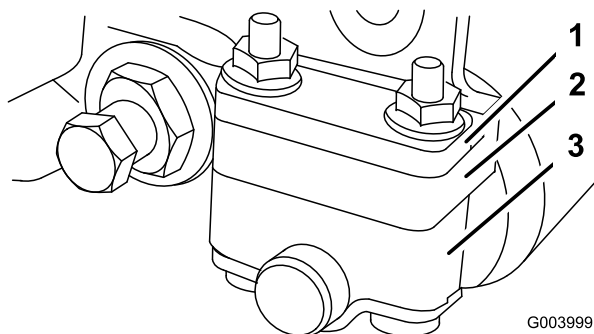
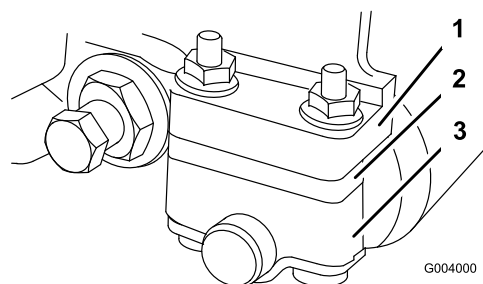

Figure 48
Figure 49
1. Réglez les supports du rouleau arrière à la position supérieure ou inférieure selon la gamme de hauteur de coupe voulue (Figure 48 et Figure 49).
- Placez l'entretoise en-dessous de la bride de fixation de la plaque latérale lorsque les hauteurs de coupe sont comprises entre 3 et 25 mm (Figure 49).